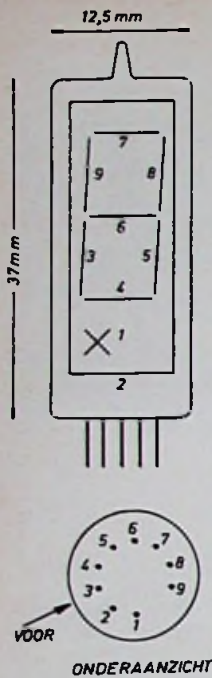

Fig. 3. Aansluitingen van de numitron.
Dat wil zeggen, dat van de nandpoorten 20 t.e.m. 26, alle uitgangen hoog zijn, behalve die van 26. Alleen uitgang 14 wordt dus niet gestuurd. Wanneer we nu onze blik via fig. 5 naar fig. 3 laten dwalen, dan zien we, dat segment 6 niet brandt en er dus een 0 wordt gelezen. Wanneer men er het geduld voor heeft kan men op dezelfde wijze nagaan, dat sturing van ingang 7 een 1 oplevert, ingang 1 een 2, ingang 2 een 4 en ingang 6 een 8. Ook de andere cijfers van 0 t.e.m. 9 blijken na uitvoerige studie te kloppen. Aarding van punt 3 levert een 8 op en deze aansluiting is bedoeld om, met behulp van een drukknop, alle gloeidraden tegelijk op goede werking te kunnen controleren. De aansluitingen 16 en 8 zijn voor de 5 V voedingspanning, terwijl ingang 5 buiten het matrix om uitgang 4 stuurt, bedoeld voor de decimale punt (DP) van de numitron.